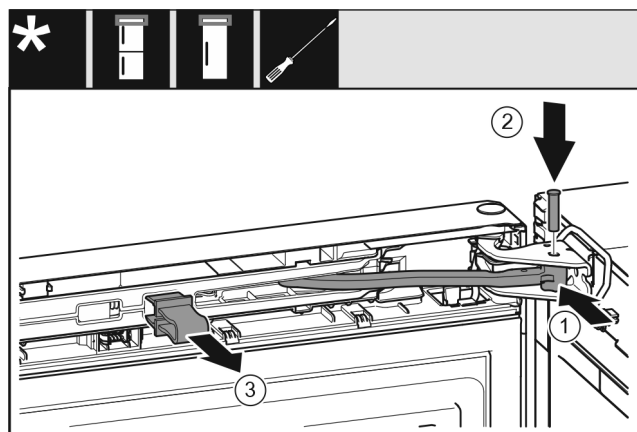

Fig. 30
- ▶ Завъртете шарнира Fig. 30 (1) в лагерната стойка.
- ▶ Поставете болта Fig. 30 (2) в лагерната стойка и шарнира. При това обърнете внимание на това, фиксиращата гърбица да е легнала правилно в жлеба.
- ▶ Свалете предпазителя Fig. 30 (3).